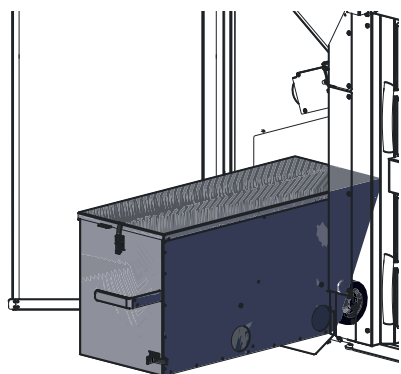

Fig. 34 Spingere il contenitore cenere leggermente verso sinistra ed estrarlo
- ▶ Spingere il contenitore cenere leggermente verso sinistra ed estrarlo – Fig. 34.